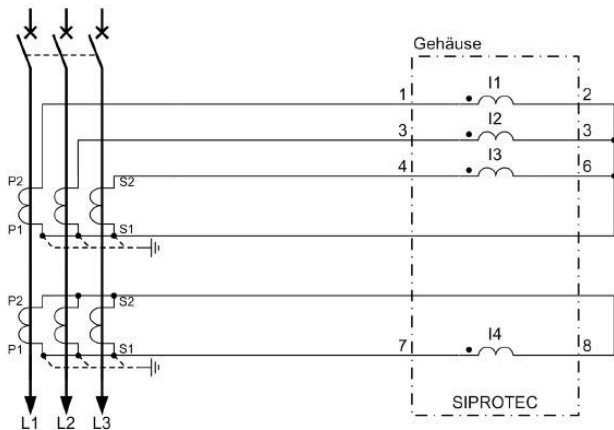

Abbildung 8: Erdstrommessung mittels separaten Kernes in Holmgreen-Schaltung
Alternativ gibt es die Anwendung, dass ein separater Wandlerkern zur Nullstrommessung verwendet wird. Die Anschaltung zeigt Abbildung 8.
- *Anschluss Primärstromwandler nach Abbildung 8 (Erdstrommessung mittels separaten Kernes in Holmgreen-Schaltung)*